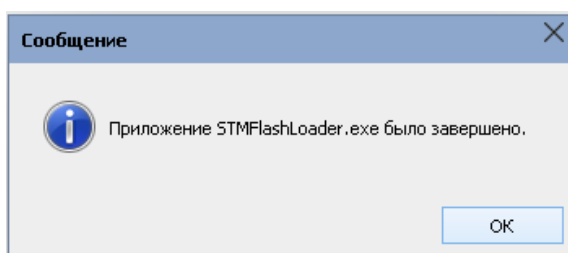

Рис. 13 – Сообщение об успешном обновлении
3. Успешному результату процесса обновления соответствует сообщение (Рисунок 13).